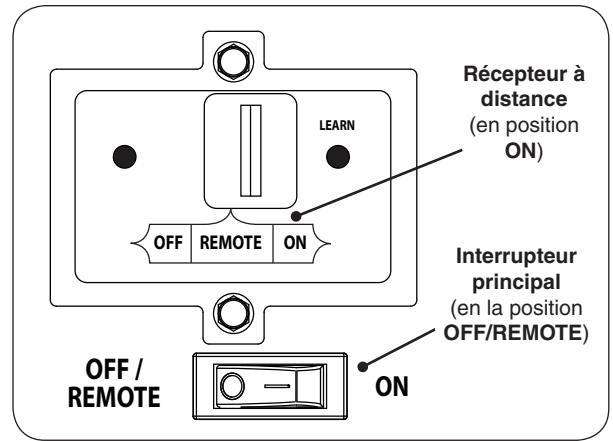

Fig. 42-1 Contrôle détail du panneau
1. Vérifiez que l'interrupteur principal est en position **OFF/REMOTE** (éteindre/éloigné) (voir Fig. 42-1).
3. Repérez l'interrupteur à 3 positions sur le récepteur de télécommande (voir Fig. 42-1), Et faites glisser le commutateur en position **ON** (sur).
L'interrupteur principal doit rester dans la position **OFF/REMOTE** (éteindre/éloigné) pour permettre le fonctionnement du système à distance (voir Fig. 42-1).